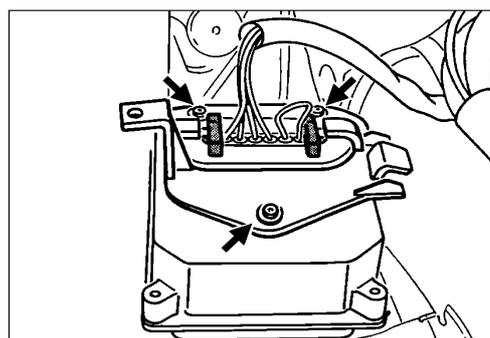

Bild 4
- 3.4 Stecker des Kabeladapters in die Rückseite des Steuergerätes einstecken (nur eine Steckposition möglich). Kunststoffhalter an den vorgesehenen Bohrungen am Gehäuse des Steuergerätes mit den selbstschneidenden Torxschrauben - T25 anschrauben (Bild 4, Pfeile).